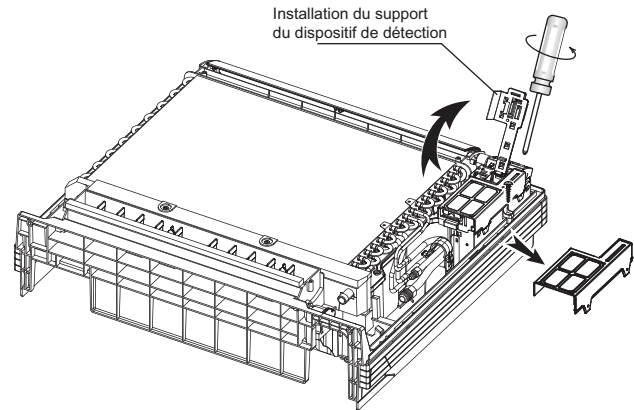

Figure 22 – Retrait du support du dispositif de détection
1. Retirez le support du dispositif de détection (consultez la figure 22).